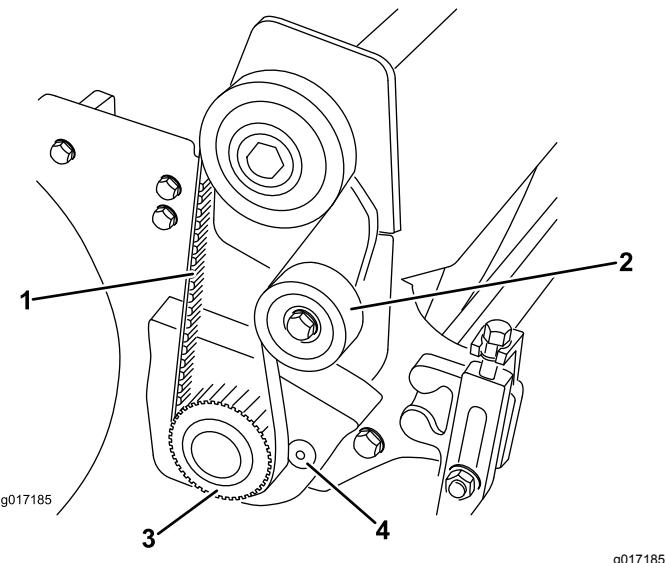

Figure 18
2. Desserrez la poulie de tension pour détendre la courroie et retirez la courroie d'entraînement de cylindre des poulies (Figure 18).
3. À l'aide d'un rochet de $\frac{1}{2}$ pouce et d'une rallonge, retirez la poulie d'entraînement de l'arbre du cylindre (Figure 18).
5. Retirez les 2 vis à tête plate et écrous qui fixent le couvercle du bras du groomer au boîtier de roulement et à la plaque latérale (Figure 18).